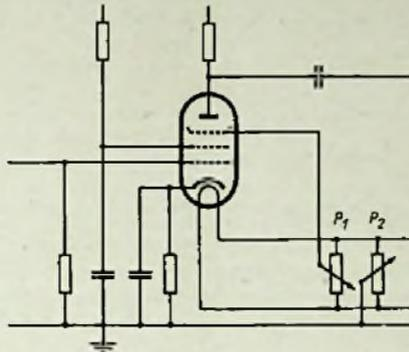

Abb. 1. Kompensationschaltung zur Verminderung des Netzbrumms
Einzelheiten über die Durchführung der Widerstandsanalyse an einem Einkreiser, ähnlich dem in Abb. 1 skizzierten, zeigt Abb. 4. Die eingeschriebenen Sollwerte beziehen sich entweder auf das Chassis und sind dann mit einem Minuszeichen versehen, oder auf den positiven Pol des Stebcondensators; sie sind dann durch ein Pluszeichen markiert. Abweichungen vom Sollwert um $\pm 10\%$ gelten nicht als Fehler, weil das die Toleranz gebräuchlicher Widerstände ist. Wie das Schalt-schema erkennen läßt, werden taube Kondensatoren nicht ohne weiteres erkannt. Mit einem Ohmmeter der oben beschriebenen Art ladet man aber die am Meßweg liegenden Kondensatoren auf und kann dadurch ihren Zustand nach dem einmaligen großen Ausschlag des Instruments beim Berühren der Meßpunkte beurteilen.
*) Es braucht der Röhre lediglich eine Steuerspannung zugeführt zu werden, die eine zur Brummspannung gegenphasige Steuerung des Anodenstromes bewirkt. Am einfachsten ist diese Kompensation bei einer Pentode, deren Bremsgitter man nach Abb. 1 einen Teil der Heizspannung zuführt, statt dieses unmittelbar an Erde zu legen. Die so am Bremsgitter liegende Wechselspannung steuert die Anodenspannung gegenphasig; am zweckmäßigsten legt man das Bremsgitter an den